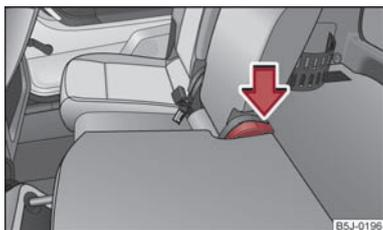

Abb. 42 Sitzlehne zurückklappen
- Drücken Sie den Hebel ⇒ Abb. 42 und klappen Sie die Sitzlehne zurück. Überzeugen Sie sich, dass die Sitzlehne eingerastet ist.